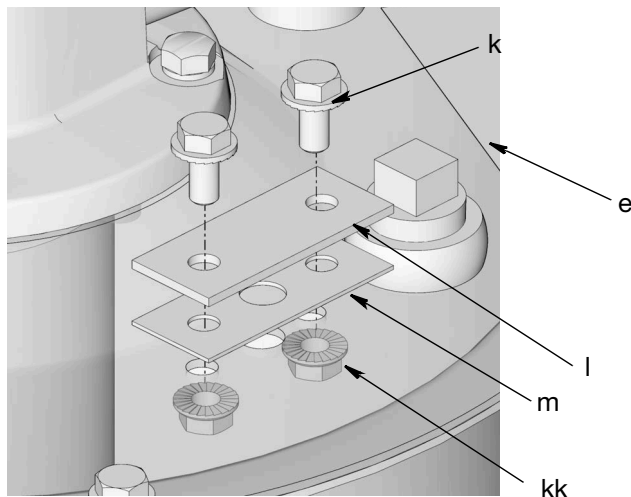

Рис. 7
3. Выкрутите винты (k) и гайки (kk) на накладной пластине (l) [дополнительное оборудование, устанавливается на крышке резервуара насоса (e)] (Рис. 7). Снимите пластину и гайку (m). Выбросьте винты, гайки, пластину и прокладку — они не пригодны для повторной установки.